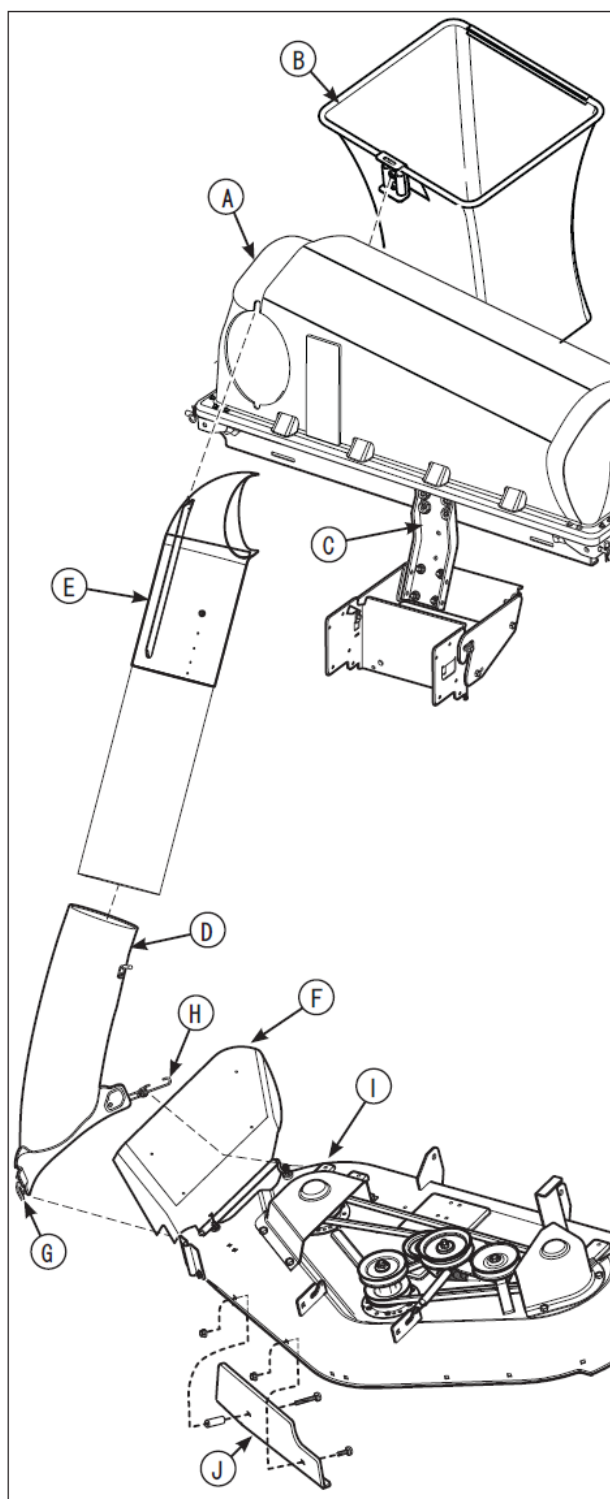

図 16
1. カバーAssy (図 16 の A) の後部のハンドルを握り、カバーAssy を上げ、集草袋 (B) を取り出し、空にします。
2. ヒッチとフレーム Assy (C) を芝刈機のリアフレームから外します。
3. 集草用排出口カバー (D) からストラップを緩め、透明チューブとチューブ (上) の Assy (E) を外してください。
4. 排出口カバー (F) を持ち上げ、集草用排出口カバーの前の掛け金 (G) を上方向に回転させてください。
5. 取り付けストラップ (H) をリアブラケット (I) から外し、モアから集草用排出口カバーを引き抜いてください。
6. バッフル (J) を外してください。